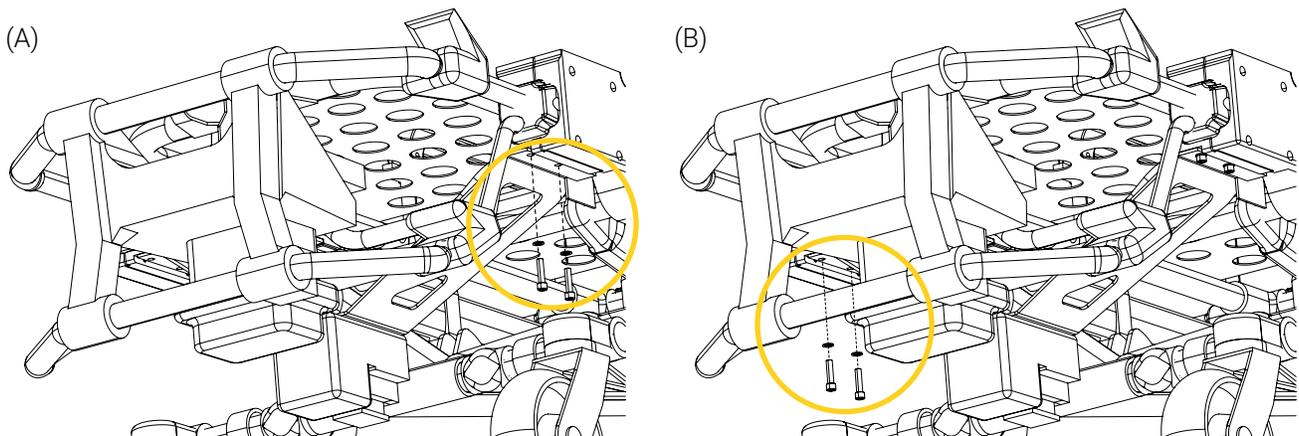

Figure 31: Réinstallation du système Power-LOAD
9. Réinstaller et serrer partiellement le système Power-LOAD en réutilisant les quatre (4) vis à tête cylindrique à six pans creux ¼ - 20 po et quatre (4) rondelles à l'aide d'une clé hexagonale de 3/16 po (Figure 31). Consulter le manuel de l'utilisateur de la civière pour les consignes de sécurité, les instructions d'utilisation et les recommandations.